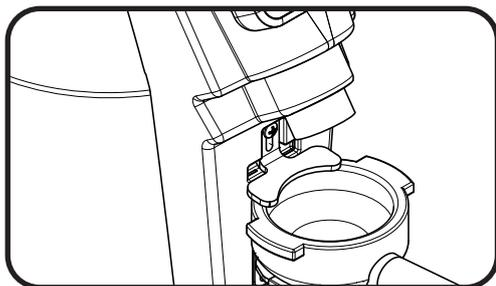

Fig. 3
- Inserire la tramoggia (7) nel regolatore (5,18) e bloccarla con le viti fornite;
- Assicurarsi che l'interruttore generale sia spento (13) e che la spina (14) sia correttamente inserita.
- Regolare la clip ferma portafiltro (9) e la forcilla (12) come mostrato nella figure 3 e 4 affinché la caduta del caffè sia centrata e la clip agganci correttamente il bordo superiore del filtro.